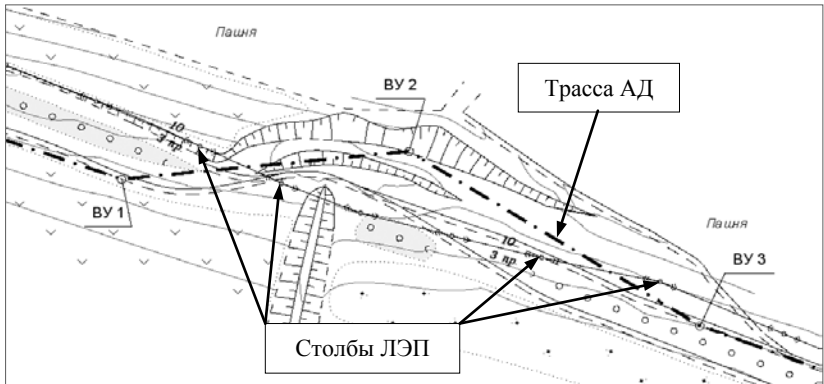

Рис. 9.6
Теперь можно приступить к трассированию. Сразу создадим ТХ, а затем отредактируем его – в углы поворотов впишем закругления. При трассировании будем учитывать характер рельефа и постараемся сохранить существующую ЛЭП (рис. 9.6).
- Укажите вторую точку – **ВУ1** (рис. 9.6). В окне параметров в строке **Тип звена** установлен параметр **L-прямая**, выберите **E-редактирование** <E> и в группе *Последний узел* уточните координаты для ВУ1: X= -548,047; Y=2210,773.
- Для создания второго участка трассы выберите тип звена **L-прямая** <L> и укажите третью точку – **ВУ2** (рис. 9.6). Положение тангенса должно быть примерно на равном удалении от столбов ЛЭП слева и справа от создаваемой трассы.
ВУ3 также проходит между столбами ЛЭП (рис. 9.6).